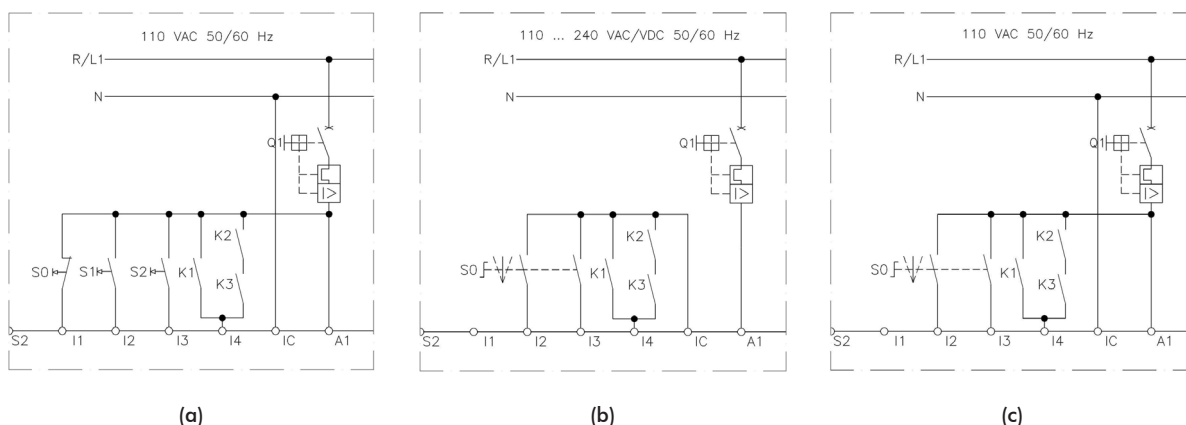

Figura 5.16 (a) - Detalle modificación para accionamiento utilizando entradas digitales en 110 Vac y accionamiento por Pushbutton (P230= 1)
Para la unidad de control (UC) con entradas digitales en 110 Vca es destacada la modificación del esquema en la figura 5.16 (a). Para accionamiento a través de las entradas digitales (P229 o P232 = 0) en 24 Vcc, y en 110 Vca, utilizando lógica de control a dos cables (selector) (P230 = 0) son destacadas las modificaciones del esquema en la figura 5.16 (b) y (c).